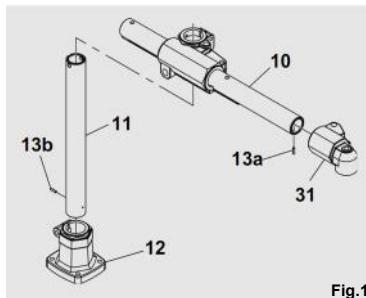
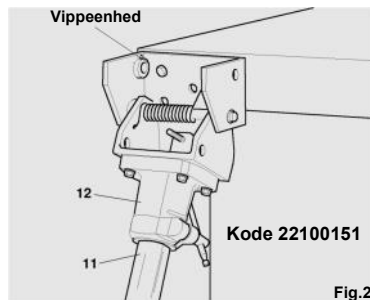

Fig.1
Fig.2
Hvis støtten monteres på en eventuel "Vippeenhed" (se venligst Fig.2), sørger sikkerhedssystemet **Elastic Pin System** v.h.a. stiften (13b) (se Fig. 1) for at det lodrette rør (11) ikke glider ud fra soklen (12), også selvom hånden ikke er blevet fastspændt.
Dette sikkerhedssystem gælder også for det vandrette rør (10) (se Fig.1), da tværstiften (13b) forhindrer at pibestykket løsner sig fra selve røret.